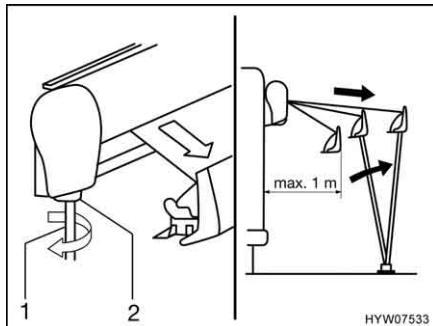

Fig. 6 Estrazione della tenda
- Inserire la manovella (Fig. 6,1) nel supporto a baionetta (Fig. 6,2) della tenda e girarla in senso antiorario.